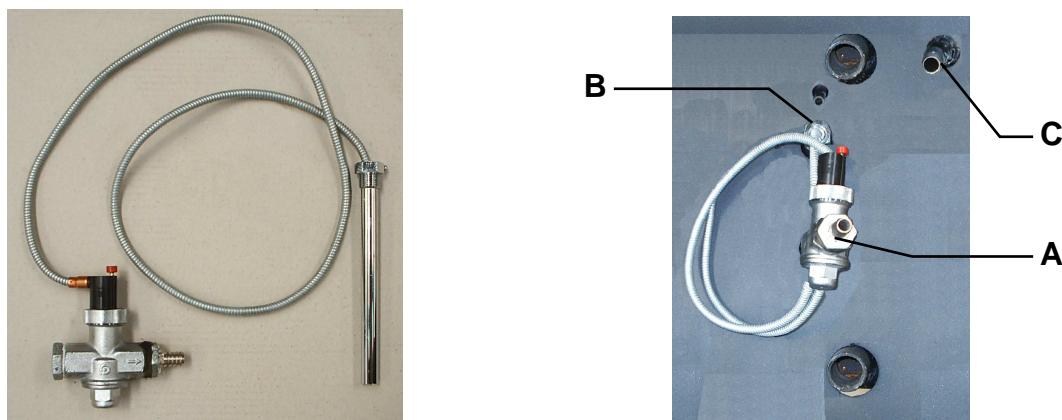

Figura 3
3.4. VALVOLA SCARICO TERMICO (NON FORNITA) - Figura 3